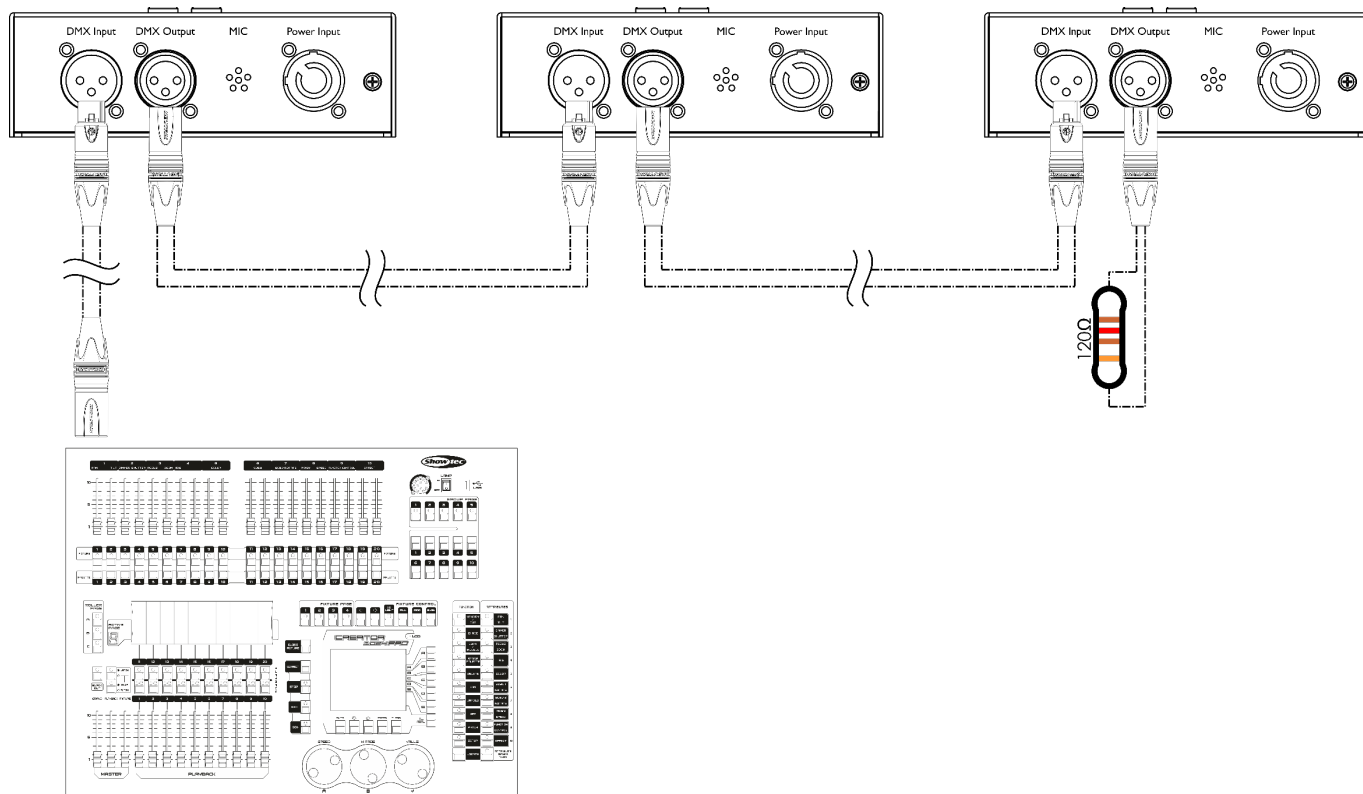

Abb. 04
- 04) Verbinden Sie die Einheiten wie in Abb. 04 gezeigt. Verbinden Sie die DMX-Ausgangsbuchse des ersten Geräts mit der Eingangsbuchse des zweiten Geräts mit einem DMX-Signalkabel. Wiederholen Sie diesen Vorgang, um die zweite, dritte und vierte Einheit zu verbinden.